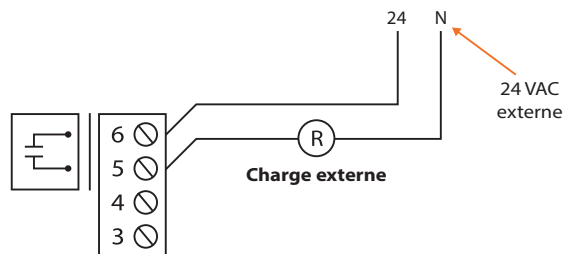

Figure 9 - Raccordement de sortie digitale utilisant une source d'alimentation externe
- 1) La première configuration utilise une source d'alimentation externe. Le VC2000 ouvre et ferme un contact pour permettre à une source externe d'alimenter la charge (voir Figure 9). Les bornes 3 et 4 ne sont pas utilisées.